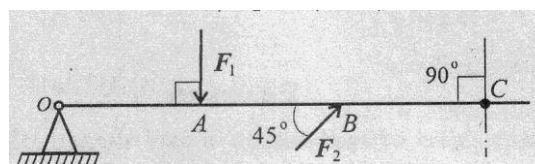

Рис.14
3. Какую силу необходимо приложить в точке С, чтобы алгебраическая сумма моментов относительно точки О была равна нулю? (рис.14) $OA=AB=BC=5\text{м}$; $F_1=7,8\text{кН}$; $F_2=3\text{кН}$